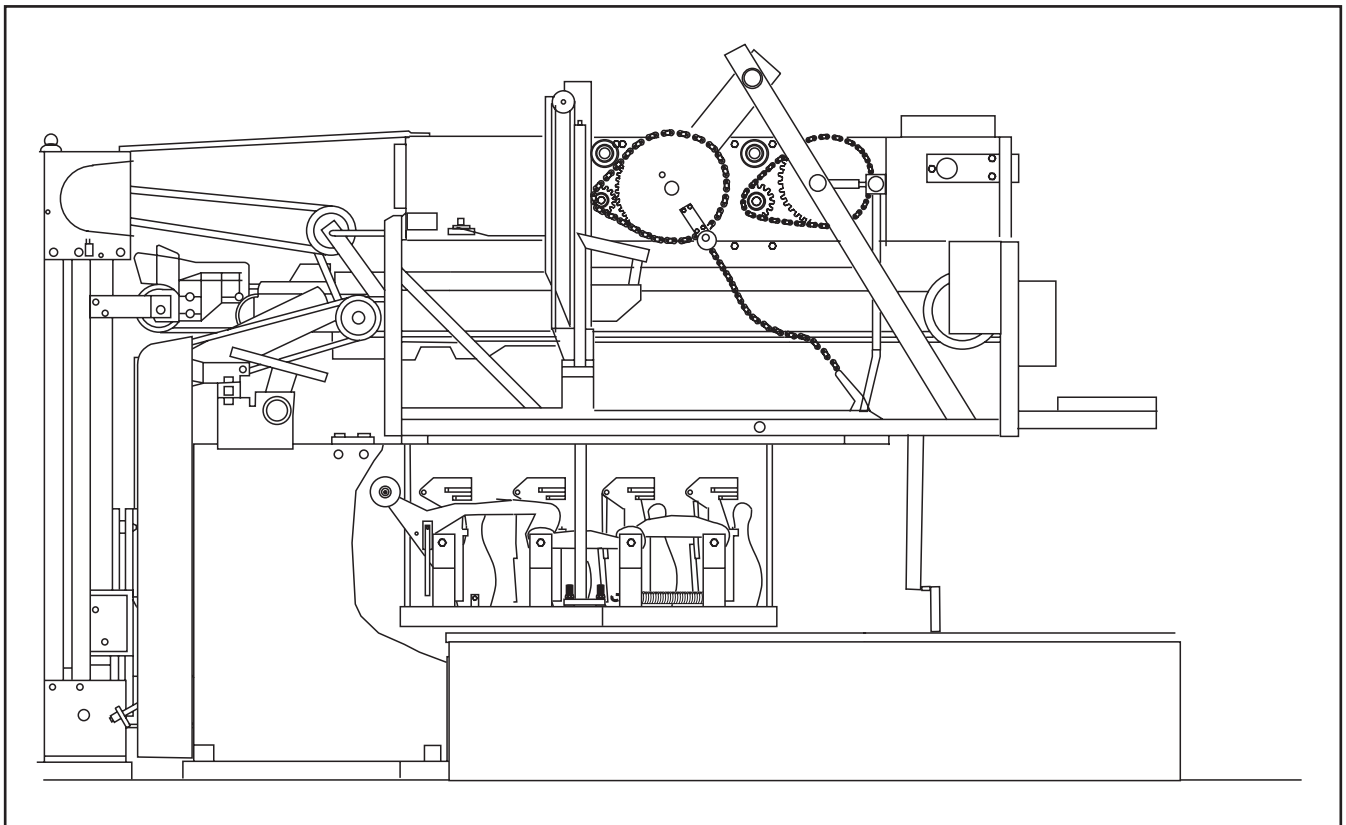

Abbildung 1-14. Neue Pins aufstellen
- C. Pins vom Verteiler aufnehmen und sie für ein neues Frame auf die Bahn stellen. *Abbildung 1-14.*